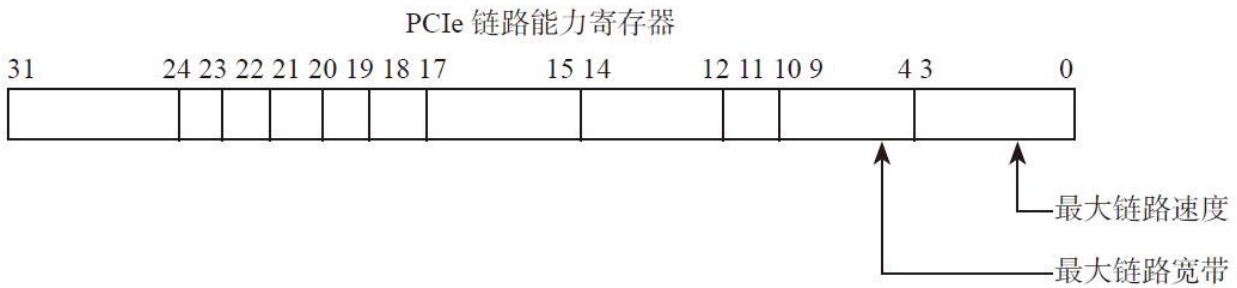

图7-21 PCIe链路能力寄存器
1) 了解对方的实力（就像相亲时问对方：你们小区停车费多少钱一个月？），通过Link Capability Register（链路能力寄存器）了解双方各自的链路速度[3: 0]和带宽[9: 4]，如图7-21所示。